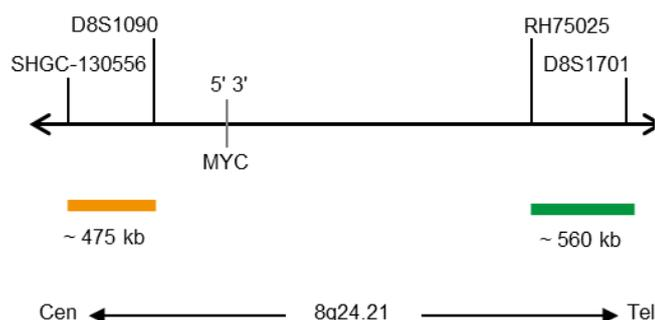

Fig. 1: SPEC MYC Mapa da sonda (sem escala)
- Polinucleótidos (~10 ng/ μ l) com marcação ZyGreen (excitação 503 nm/emissão 528 nm), dirigidos ao mapeamento de sequências alvo em 8q24.21* (chr8:130,373,051-130,930,673) distais à região de quebra do MYC (ver Fig. 1).
- Polinucleótidos (~4.5 ng/ μ l) com marcação ZyOrange (excitação 547 nm/emissão 572 nm), dirigidos ao mapeamento de sequências alvo em 8q24.21* (chr8:127,888,765-128,363,281) proximais à região de quebra do MYC (ver Fig. 1).